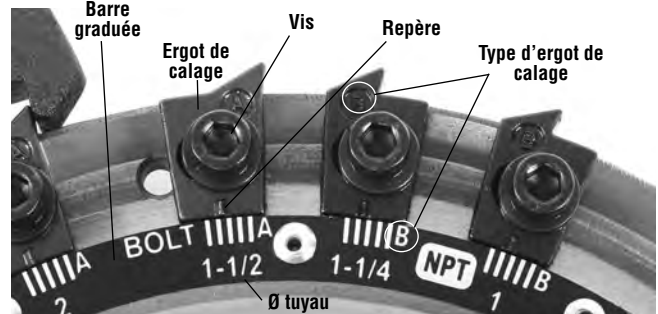

Figure 15 – Réglage du filetage
- 6 Vérifiez systématiquement que le type d'ergot de calage correspond (Figure 15).